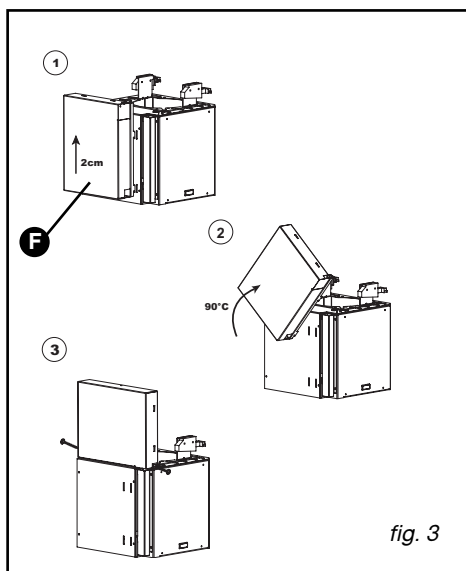

fig. 3
– Retire a fita adesiva da caixa (F fig.3)
– Levante a caixa cerca de 2 cm e, depois de a soltar, faça-a rodar 1/4 de volta; deslize e fixe-a com o auxílio dos 2 parafusos por cima do motor (fig 3).
– Se possuir um tubo com 125 mm de diâmetro, utilize o adaptador fornecido (fig. 3).